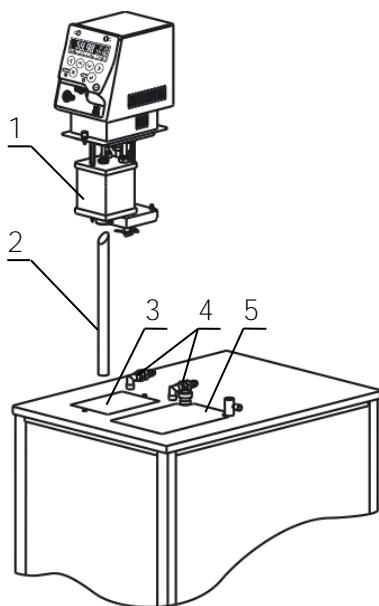

Рисунок 2 — Установка блока регулирования
2.2.6 Заполнить ванну термостата теплоносителем через отверстие над рабочей ванной 5 (рисунок 2). Температурный диапазон применения теплоносителя должен соответствовать значениям, указанным в 1.2.6.
Причина отсутствия перелива — неправильная работа насоса, вызванная воздушной пробкой, образовавшейся в резервуаре 1 (рисунок 2). Для ее устранения необходимо:
2.2.8 Для работы термостата при температурах теплоносителя, ниже или близких к окружающей температуре необходимо подключить термостат к специальному холодильному устройству при помощи шлангов, присоединенных к штуцерам теплообменника 4 (рисунок 2) диаметром 12 мм. Дополнительное охлаждение не требуется, если температура теплоносителя выше температуры окружающей среды более чем на 20 °C.